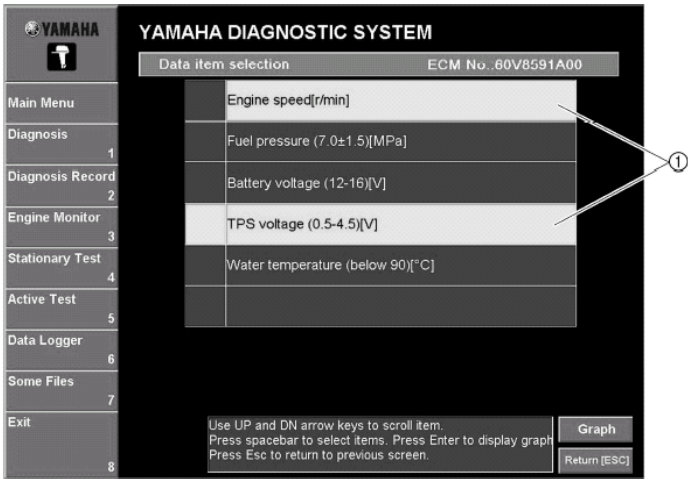
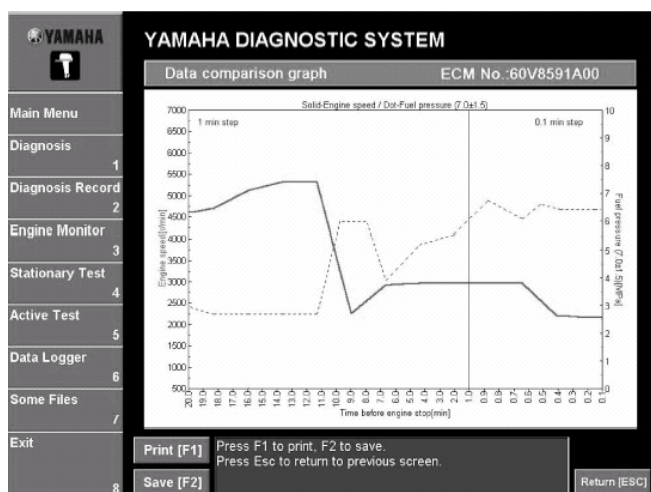

Рис. 109
Рис. 110
2. Выбрать элементы или щелчком по ним или нажатием клавиши курсора вверх или вниз на клавиатуре, и затем нажать клавишу "пробел". (Рис. 109)
3. Щелкнуть **График(Graph)** или нажать клавишу Enter клавиатуры. (См. рис. 109.) отображено окно **сравнения Данных(Data comparison )** . (Рис. 110)
на вертикальных осях линейного графика появляются элементы, отображенными в окне **Выбор элемента данных(Data item selection)** и на горизонтальной **Время до остановки двигателя(Time before engine stop)**. (Рис. 110)